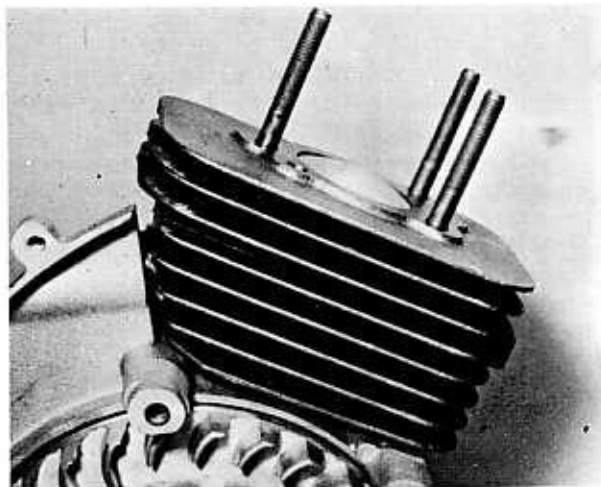

Bild 20
- Den Zylinder sorgfältig von den Stiftschrauben abziehen und dabei den Kolben sofort festhalten, sobald er an der Unterseite des Zylinders hervortritt (Bild 20). Als Schutzmassnahme gegen das Eindringen eventuell abgebrochener Kolbenringteile in das Kurbelgehäuse soll man die Kurbelgehäuseöffnung sofort mit einem sauberen Lappen verschliessen, sobald der Zylinder leicht angehoben wurde, und noch bevor der Kolben aus dem Zylinder austritt.